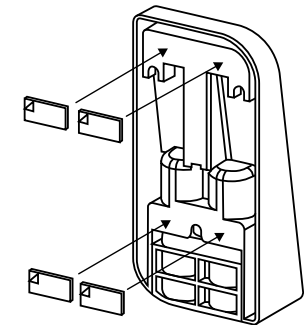

Fig. 7
② Pegue las almohadillas adhesivas que se adjuntan en la posición representada en la ilustración y retire la lámina de soporte (Fig. 7).